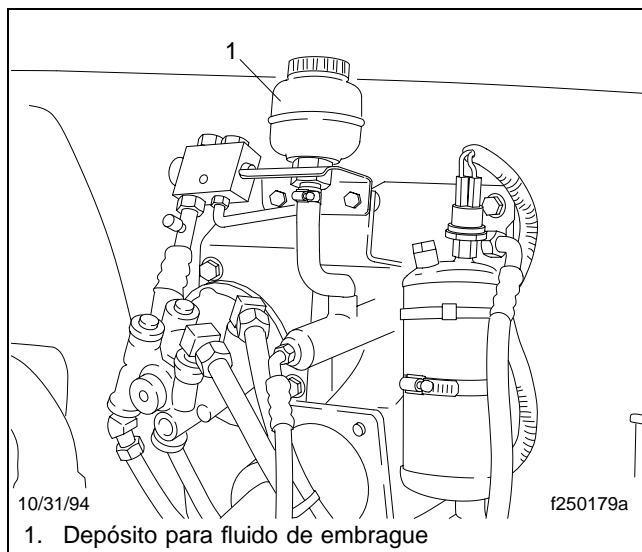

Figura 9.6, Revisión del nivel de fluido del embrague
14. *Revise el nivel de fluido en el depósito de fluido del embrague (**Figura 9.6**).*